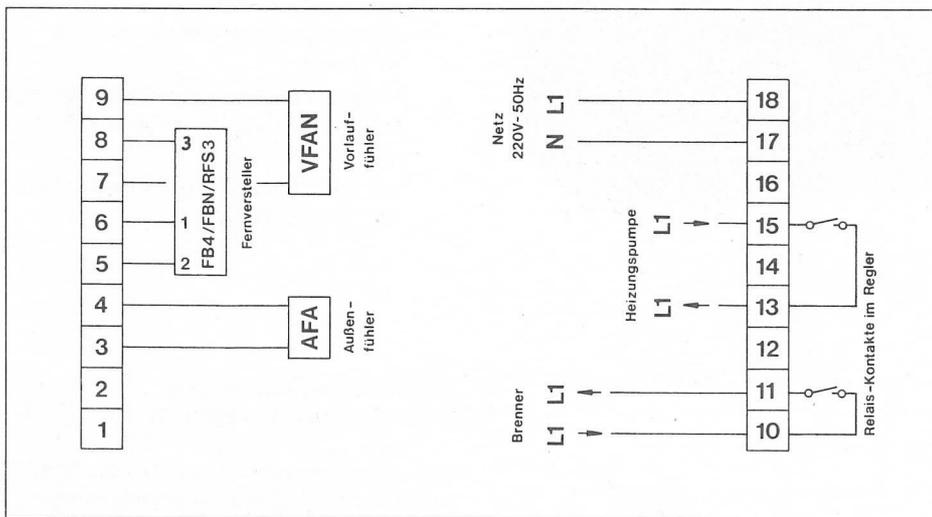

Bild 4 Anschlußschema zu 2.1.2, 2.1.3 und 2.2.1
2.1.2 Witterungsabhängige Vorlauf-temperaturregelung mit Fernbedienung FB4 (Bild 4)
2.1.3 Witterungsabhängige Vorlauf-temperaturregelung mit Fernbedienung FBN zur raumgeführten Absenkung (Bild 4)
2.2.1 Raumtemperaturregelung mit Raumfühler RFS3 und Erfassung der Außentemperatur durch den Außenfühler AFA (Bild 4)